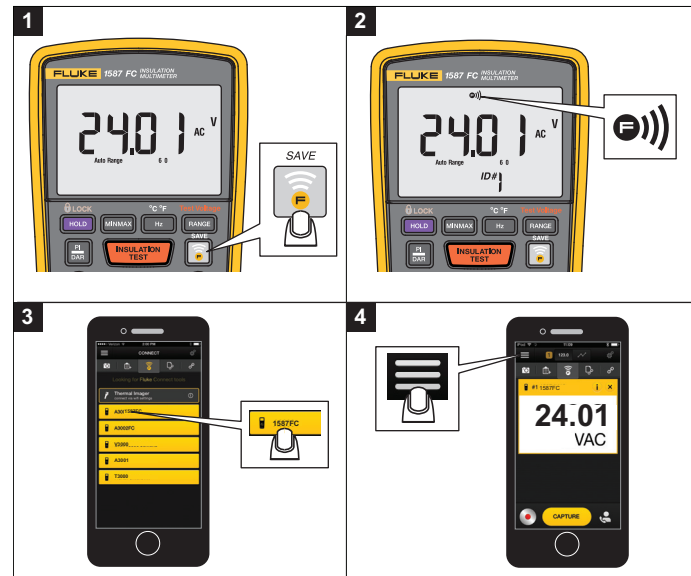

Figura 11. Fluke Connect™
2. Pulse  para activar la conexión inalámbrica del Producto. Consulte la figura 11.